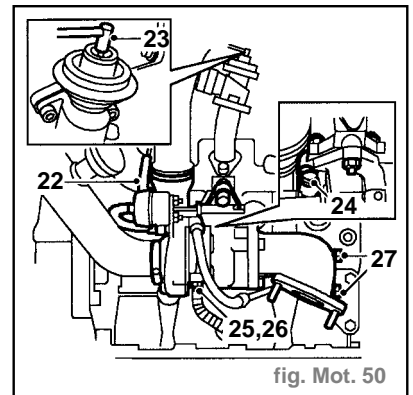

fig. Mot. 50
- Débrancher le tuyau à dépression (22) de l'actionneur du turbocompresseur (fig. Mot. 50).